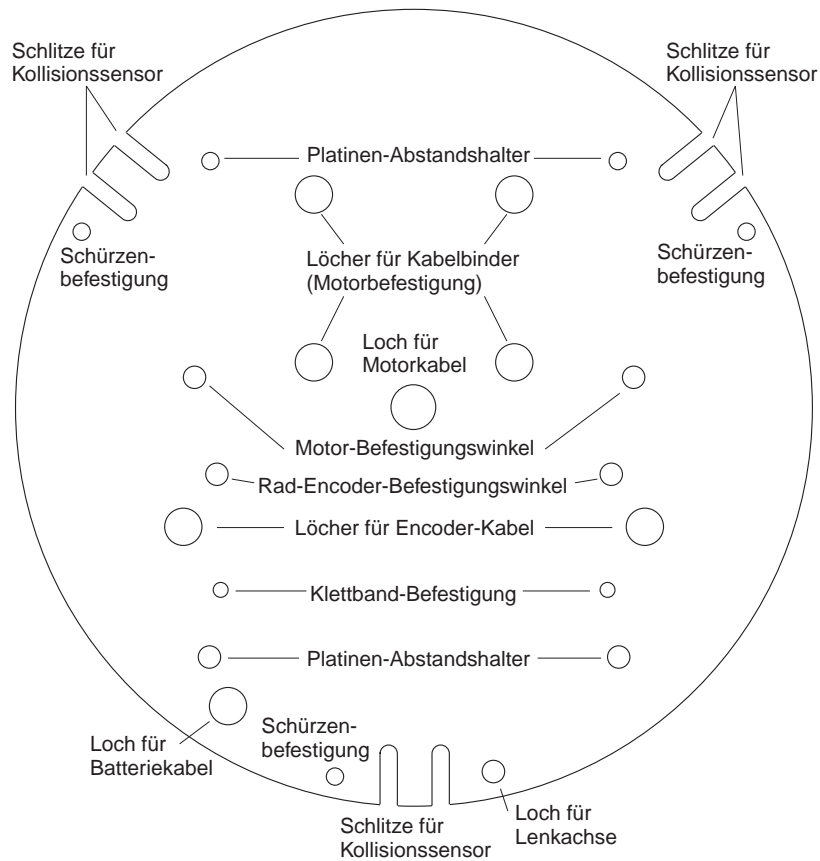
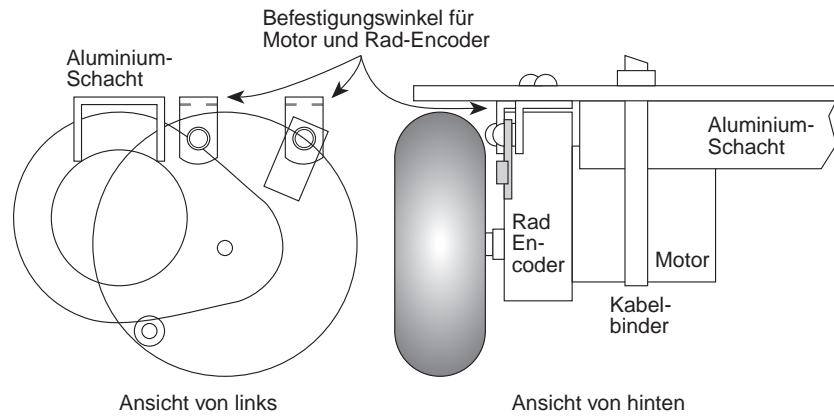

Abbildung 4.6: Funktionen der Löcher in der Chassis-Platte (Draufsicht)
Abbildung 4.7: Motoranbringung am Chassis
Achten Sie darauf, daß die Chassis-Platte beim Montieren der Bauteile wie in Abbildung 4.6 ausgerichtet ist. Die Zeichnung zeigt eine Draufsicht – Motoren und zugehörige Komponenten werden an der Unterseite der Chassisplatte angebracht, Kollisionsschalter und die Platine auf der Oberseite der Platte.
- Kleben Sie ein Stück Isolierband auf die Rückseite der beiden Rad-Encoderplatinen. Stecken Sie von oben eine 3/8 Zoll 4-40er Schraube durch die Befestigungslöcher des Radencoders. Legen Sie zwei #4er Unterlegscheiben auf die Schraube, und ziehen Sie den Befestigungswinkel mit einer 4-40er Mutter an (siehe Abbildung 4.7). Die Montage des zweiten Rad-Encoders wird spiegelbildlich zur ersten durchgeführt.
- Bringen Sie den Motor/Befestigungswinkel-Satz locker mit 3/8 Zoll langen 4-40er Schrauben und Muttern sowie #4er Unterlegscheiben an der Unterseite der Chassisplatte an. Überprüfen Sie in Abbildung 4.6, welches die richtigen Löcher sind. Abbildung 4.7 zeigt die genaue Befestigung von Motor und Rad-Encoder.